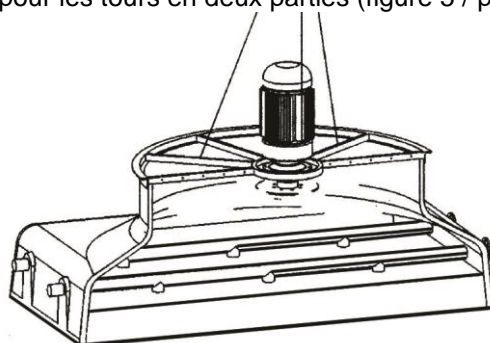

Fig. 6
a) Dans la quatrième partie qui porte le moteur, accrocher une élingue à deux des rayons (ou bien aux points d'ancrage) de l'anneau support du ventilateur, et attacher le moteur pour équilibrer l'ensemble comme indiqué sur la figure 6.